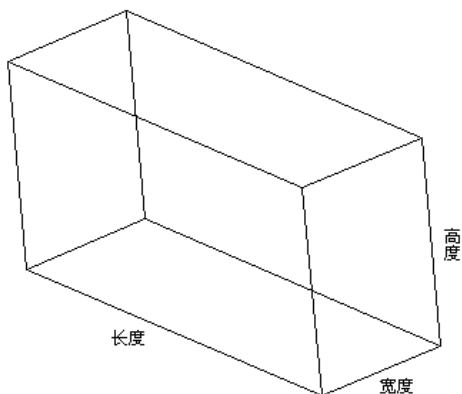

图 10-3 利用长、宽和高命令创建的长方体
3) 长度(L): 按要求输入长、宽、高的值。如图 10-3 所示为利用长、宽和高命令创建的长方体。